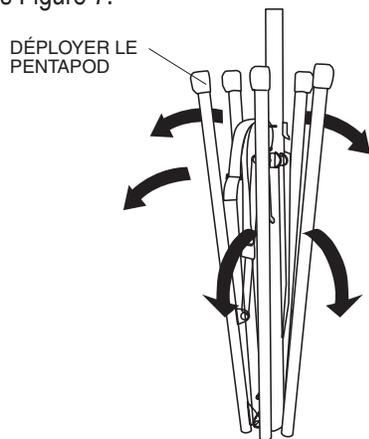

Figure 7. Déployer le pentapod
3. Soulever le mât et déployer le pentapod comme illustré dans Figure 7.